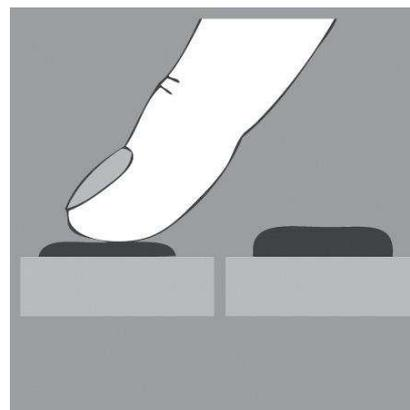

Рис. 3
- Выключатель стартера (рис. 3) является органом управления электрической цепью включения стартера, при положении ключа в режиме «**ON**».
**6.3.** После подключения электронного блока управления установите выключатель стартера рис.3 в легкодоступном месте. Рекомендованная установка выключателя стартера на передней панели автомобиля или в пластмассовом кожухе рулевой колонки около замка зажигания. Для установки выключателя стартера необходимо сделать отверстие в пластмассе сверлом-коронкой  $\phi$ 22мм.